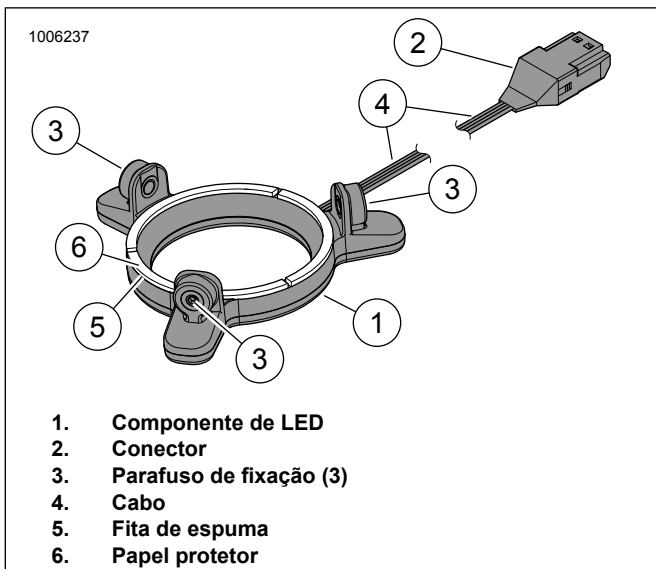

Figura 7. Luz LED, alto-falante Stage II redondo
3. Veja a figura 7. Remova o papel protetor (6) da fita de espuma (5) na parte traseira do componente de LED (1).